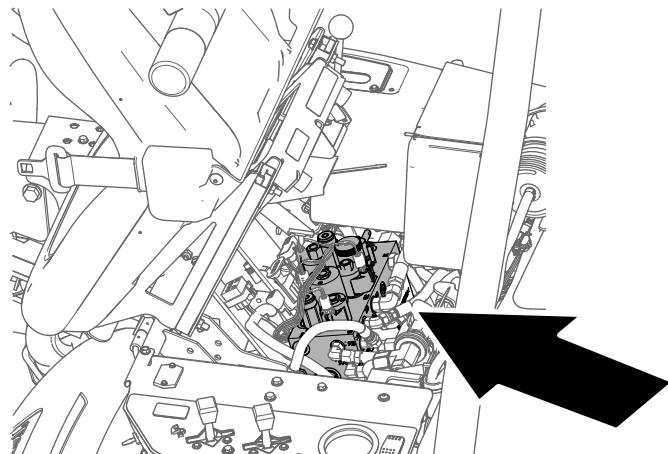

Figure 63
4. Soulevez le siège et bloquez-le en position avec la béquille (Figure 63).